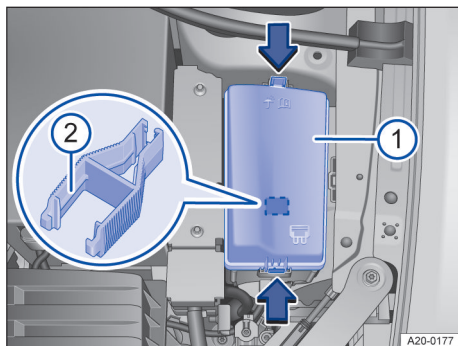

Fig. 181 În compartimentul motor: panou de siguranțe cu clește din plastic.
2. Apăsați mecanismele de încuiere în sensul săgeții → fig. 181 (săgețile), pentru a debloca capacul panoului de siguranțe → fig. 181 1.
În panoul de siguranțe se poate găsi un clește din plastic pentru scoaterea siguranțelor → fig. 181 2.